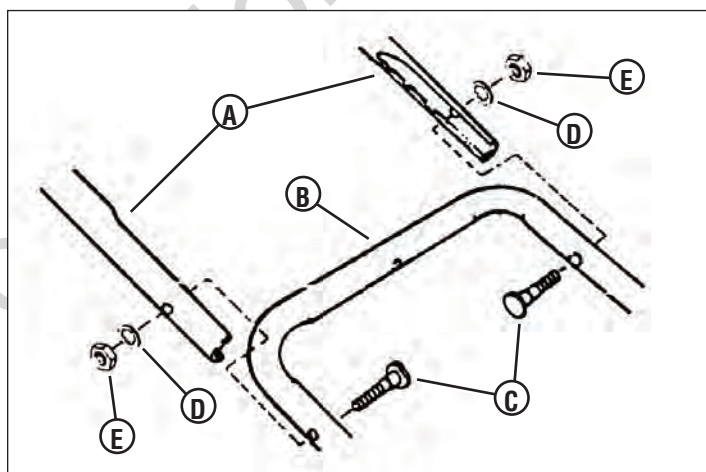

Figure 3
4. Attacher la poignée supérieure (A, Figure 3) aux supports de la poignée du milieu (B) en utilisant les deux boulons à tête courbée 5/16-18 x 1-1/2" (C), installés à partir de l'intérieur des poignées tel qu'illustré, et en les fixant avec des rondelles de sécurité à crans intérieurs de 5/16 (D) et des écrous hexagonaux (E). Bien serrer.